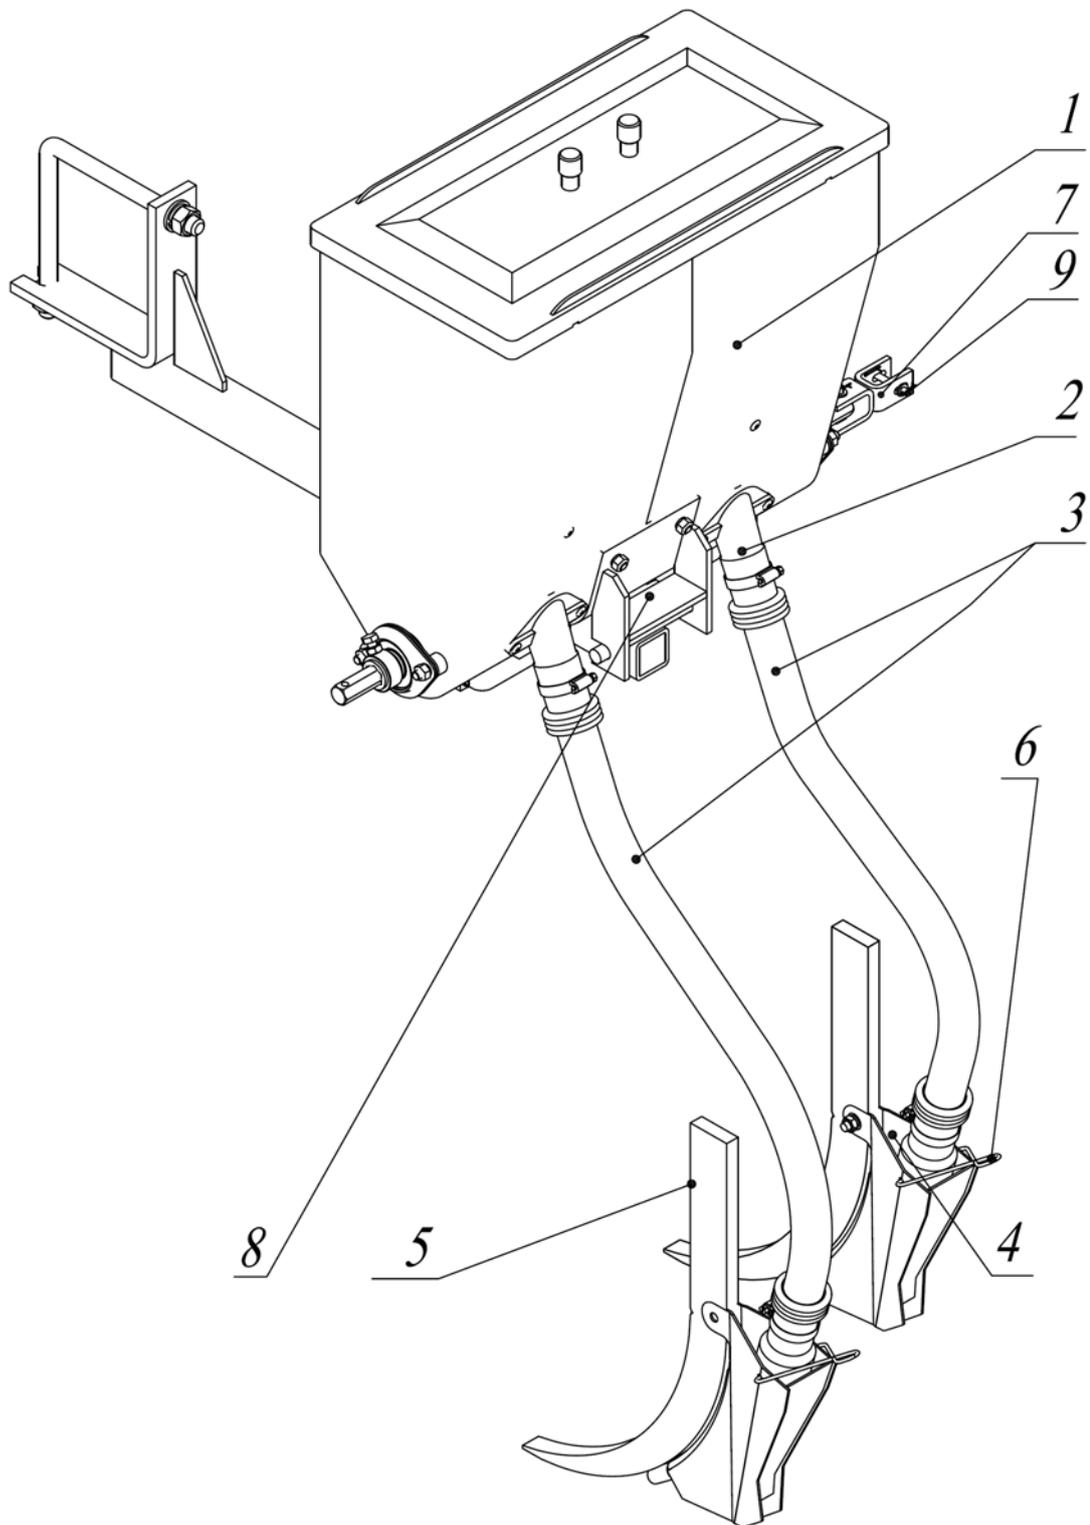

Рис. 7 Аппарат туковывсевающий АТ-2Р
2.9 Подкормочное приспособление АТ-2Р или АТП-2А (рис.7)состоит из туковысевающих аппаратов 1, кронштейнов 2, на которых устанавливаются аппараты, валиков (соединительных) 3, при помощи которых передается вращение от одного вала туковысевающего аппарата на другой.